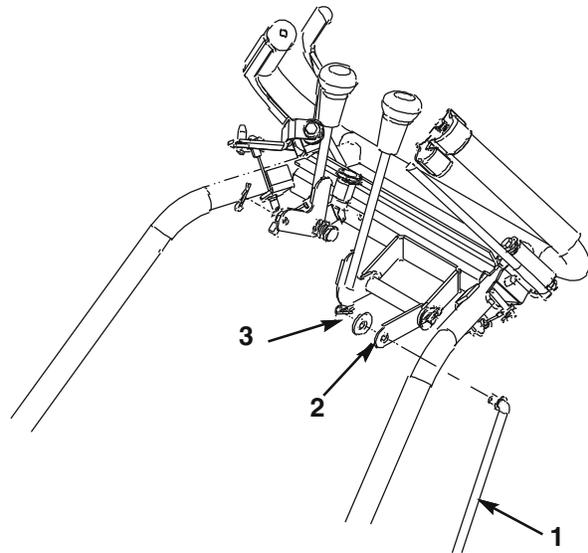

図4
5. シフト・ロッドの上端をシフト・リンクの穴に入れる(図4)。先ほど外したヘアピン・コッターをワッシャを使って、ロッド端をリンクに固定する。